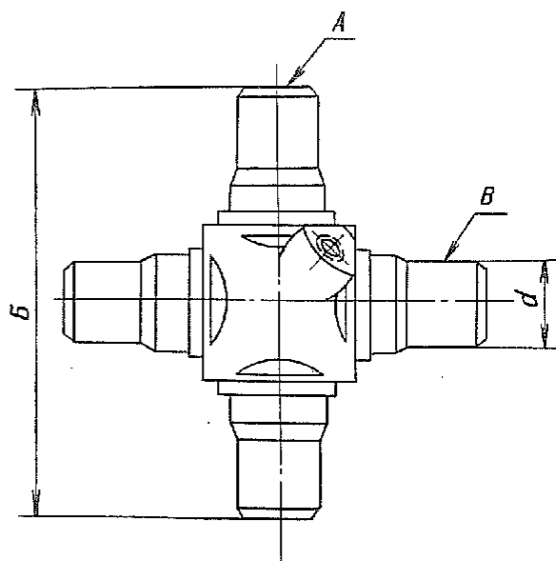

Рис. 171. Крестовина карданного шарнира полуоси
2.10. Крестовина карданного шарнира полуоси (рис. 171)